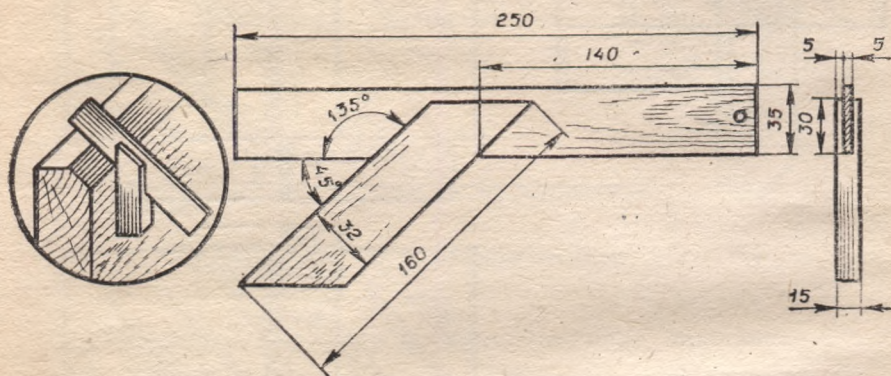
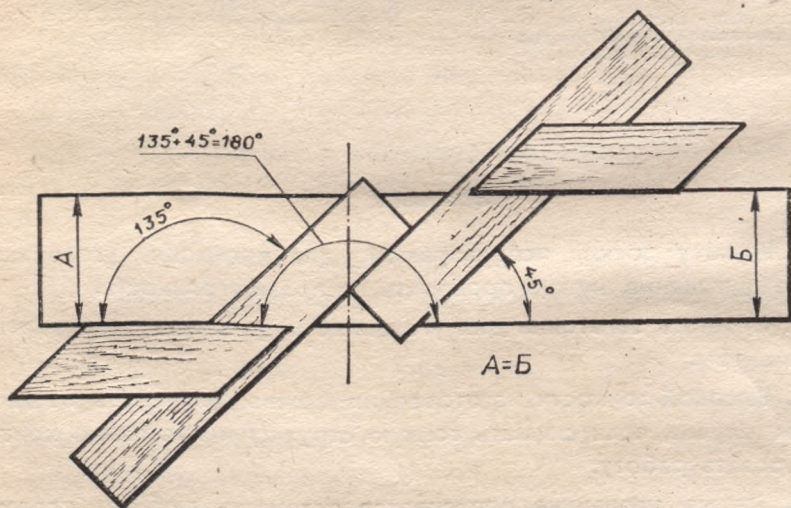

Рис. 24. Ерунок.
Рис. 25. Проверка ерунка.
3. По чертежу (рис. 24) составьте план работы на изготовление ерунка. Его делают почти так же, как и угольник, но у этого инструмента два угла: 45° и 135° . Проушину размечают и долбят под углом 45° . Проверяют качество изготовления инструмента на доске с ровными кромками (рис. 25).